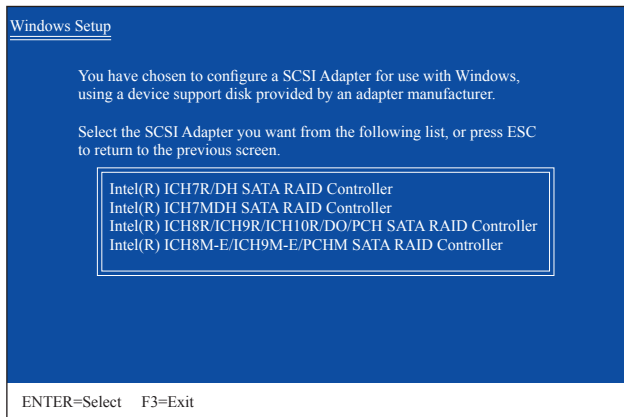

図 2
SATA RAID/AHCI ドライバを含むフロッピーディスクを挿入し、<S> を押します。次に、以下の図 2 のようなコントローラメニューが表示されます。**Intel(R) ICH8R/ICH9R/ICH10R/DO SATA RAID Controller** を選択し、<Enter> を押します。